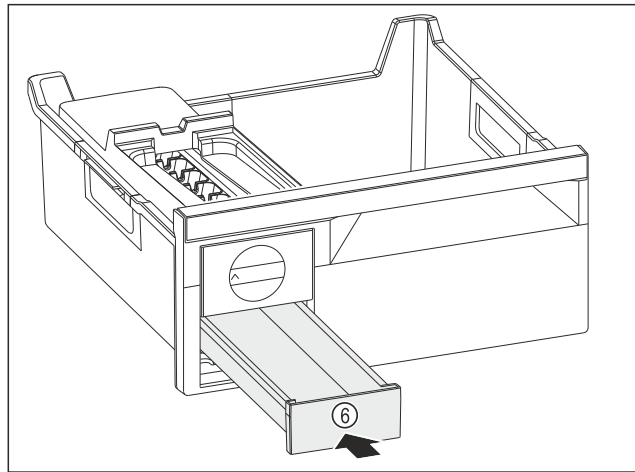

Fig. 117
- ▶ Työnnä jääkuutiolokero Fig. 117 (6) sisään.